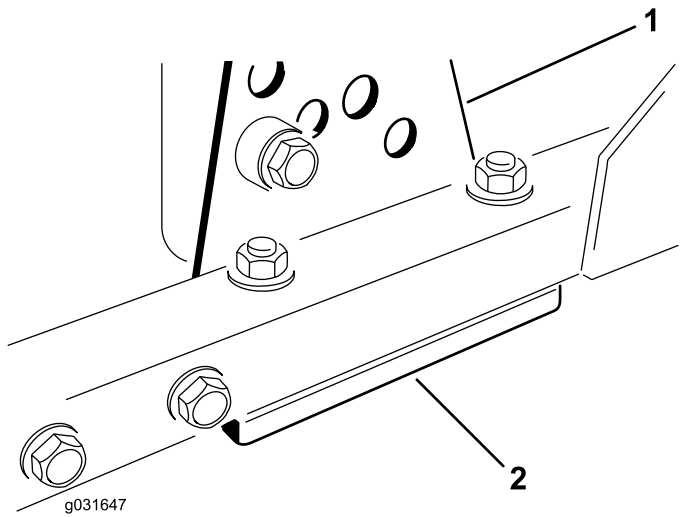

Bild 71
1. Entfernen Sie die Schnitthöhenhalterung (vorne, links oder rechts) vom Mähwerkrahmen (**Bild 71**).
2. Führen Sie 1,5-mm- und/oder 0,7-mm-Beilagscheiben zwischen dem Mähwerkrahmen und der Halterung ein, um die gewünschte Schnitthöhe zu erhalten (**Bild 71**).
3. Befestigen Sie die Schnitthöhenhalterung mit den restlichen Beilagscheiben unter der Schnitthöhenhalterung am Mähwerkrahmen (**Bild 71**).